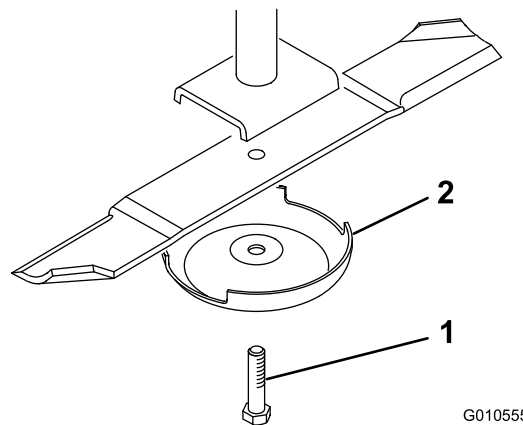

Figura 27
- Afferrate l'estremità della lama con un cencio o un guanto bene imbottito. Togliete il bullone, la coppa antistrappo e la lama dall'asse del fusello (Figura 27).